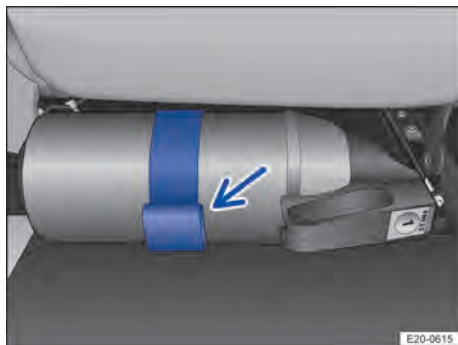

Fig. 50 Sous le siège du passager avant : support avec extincteur (schéma de principe)
1. Ouvrez la languette sur le support et tirez l'extincteur → fig. 50 (flèche).